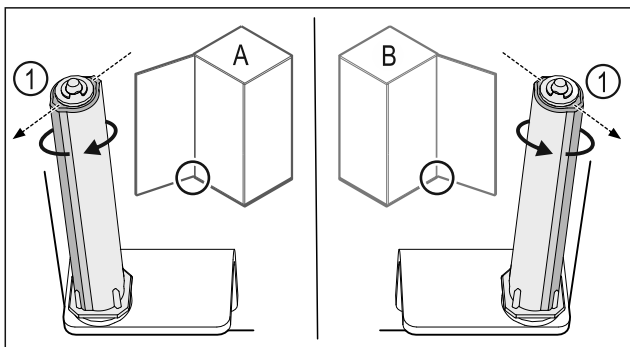

Fig. 41 Feste på venstre side (A) / feste på høyre side (B)
- ▶ Drei lukkesystemet mot motstanden til rillen på lukkesystemet Fig. 41 (1) peker utover.